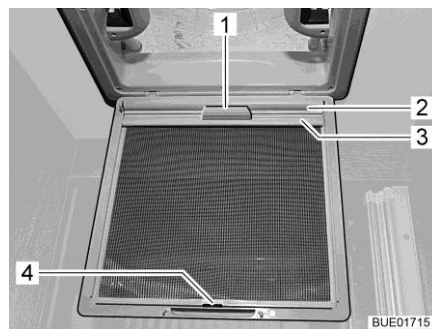

Bild 63 Mörkläggningsrullgardin (taklucka)
- Drag ut mörkläggningsrullgardinen (Bild 63,2) med handtaget (Bild 63,1) och haka i fästlisten (Bild 63,3) i kroken (Bild 63,4) på insektsskyddet.
- Lossa fästlisten (Bild 63,3) från kroken (Bild 63,4) och dra långsamt tillbaka mörkläggningsrullgardinen (Bild 63,2) med handtaget (Bild 63,1).